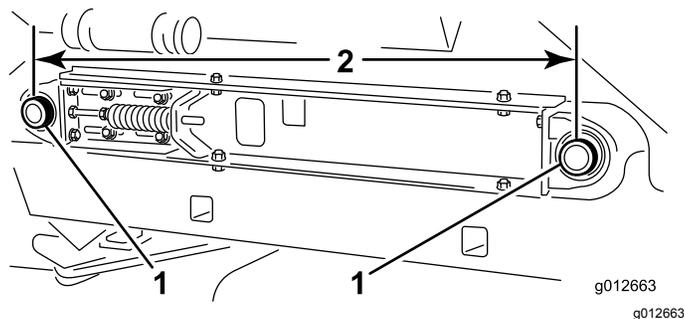

图21
7. 测量机器两侧输送带滚筒轴中心点之间的距离确保测量值相同 图21。